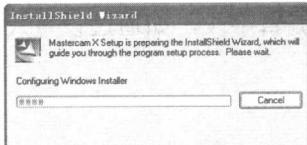
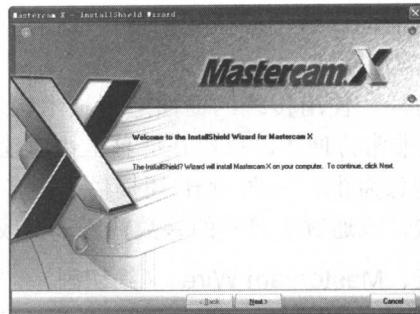

图1-3
图1-4
3. 如果本机中已安装.NET v1.1 和 DirectX 9.0c 系统，直接单击 **Step 3: Install Mastercam X** 按钮会出现系统自检对话框，如图 1-3 所示。自检完成后出现安装界面 1，如图 1-4 所示。